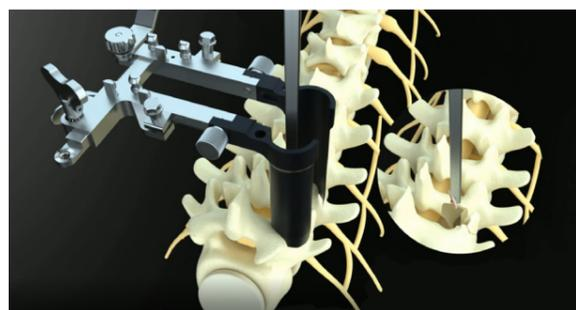

图 3a
- 髓核钳咬除韧带以及关节突上表的软组织，显露锥体的上下关节突（图 3a）。